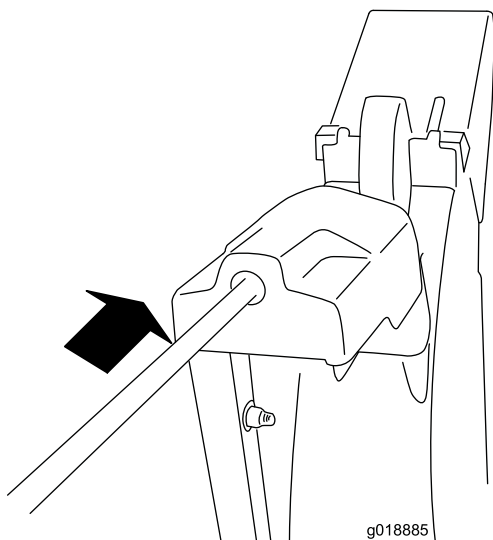

Figura 10
4. Introduceți capătul frontal al tijei în deschiderea din spatele capacului angrenajului de jgheab, până când acesta este glisat în angrenajul jgheabului (Figura 10).